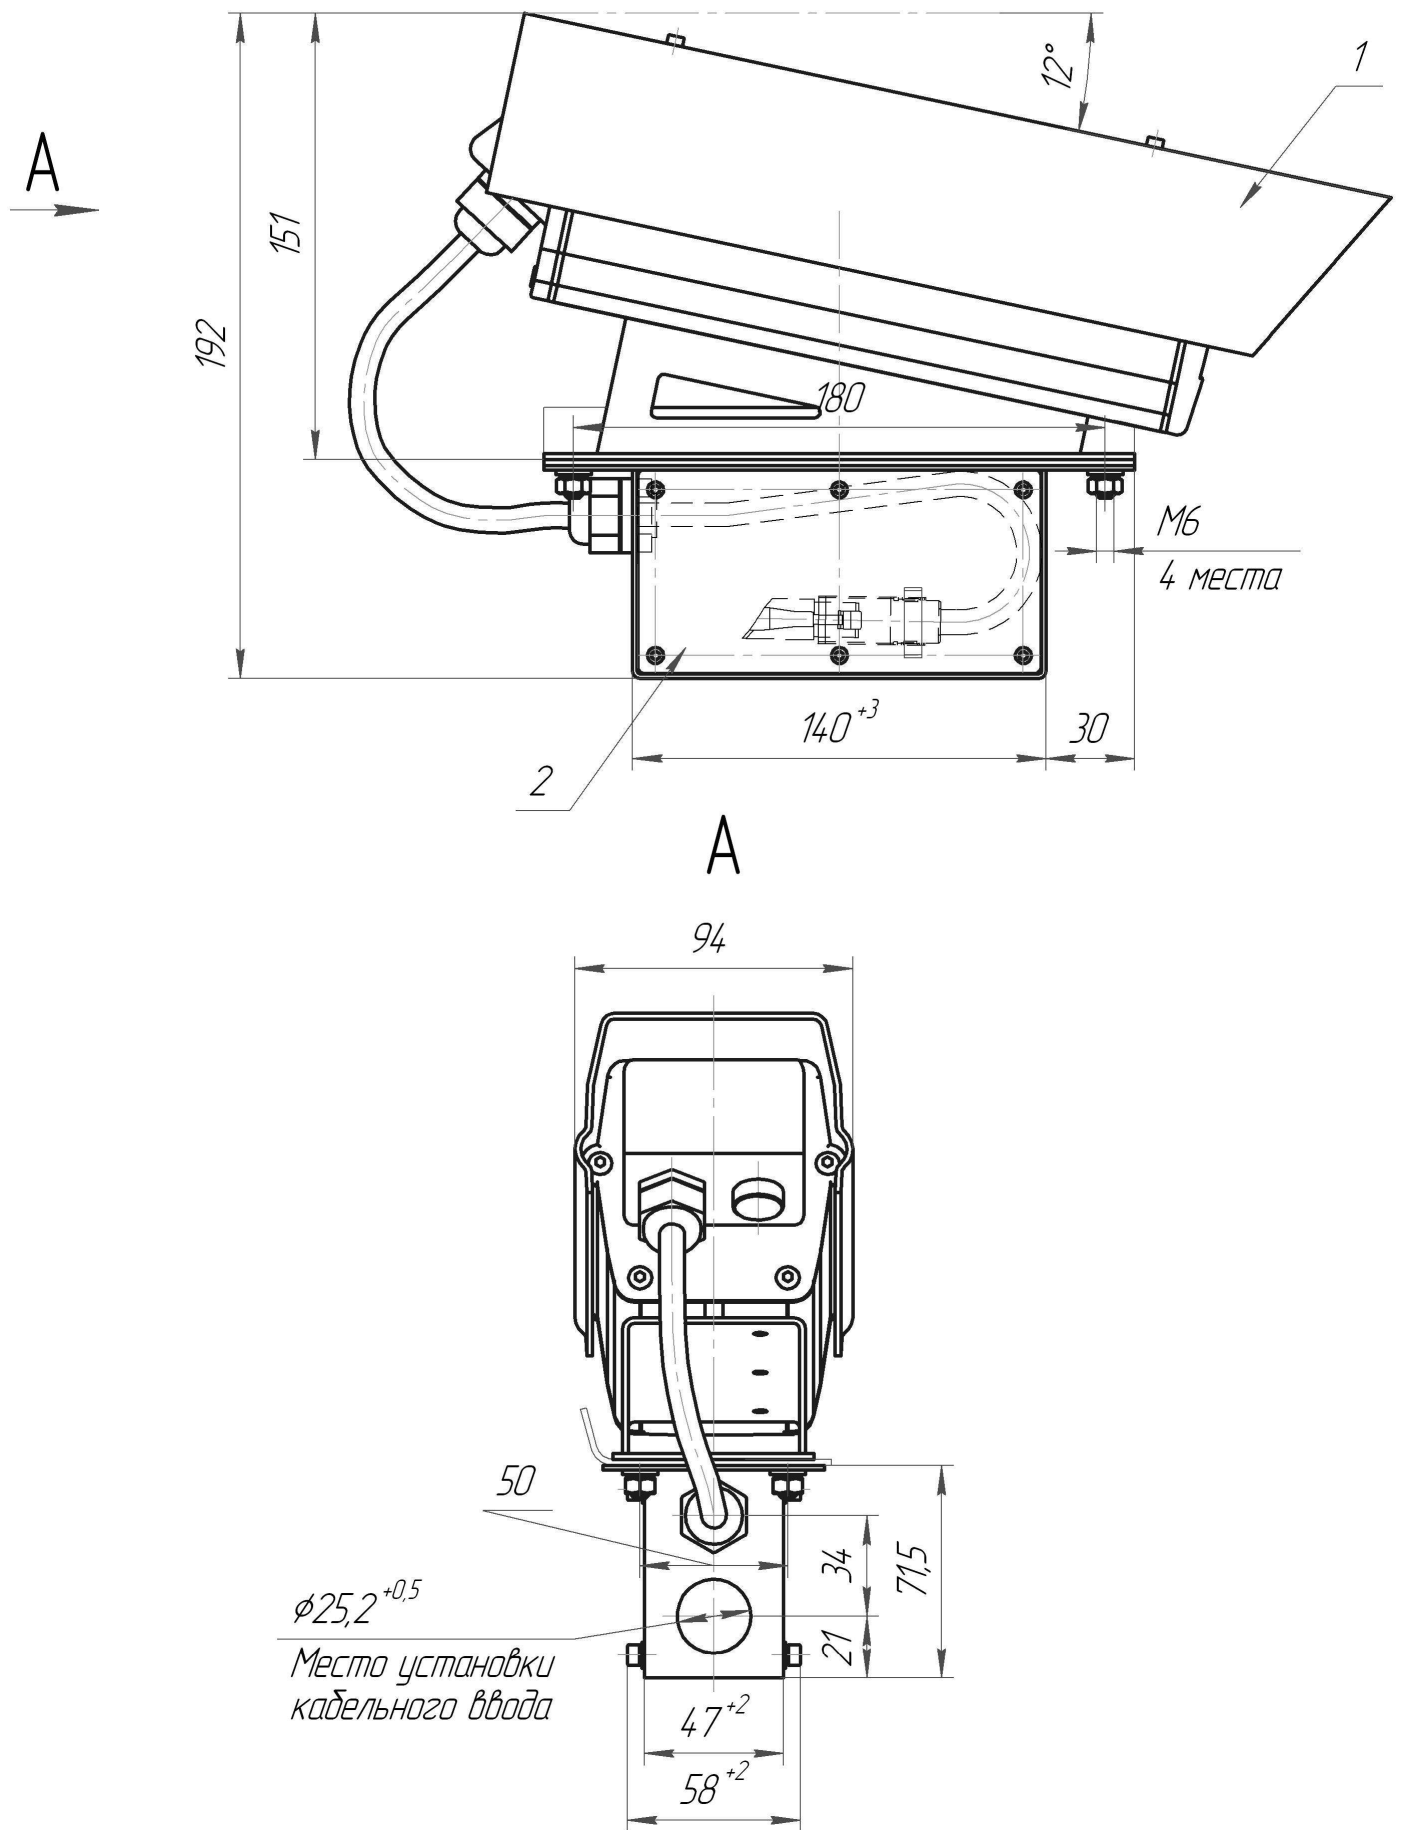

Рис.1 Габаритные и установочные размеры камеры видеонаблюдения
4.1 Камера видеонаблюдения К-4 размещена в металлическом корпусе, предназначенном для закрепления на кронштейн снаружи вагона. (см. рис.1).
1) Отсоединить от кронштейна камеры коммутационную коробку (поз.2 рис.1), открутив гайки М6. Крепежные элементы: гайки М6 – 4шт, шайбы Ø6 – 4 шт. и шайбы пружинные Ø6 – 4 шт. сохранить для дальнейшего использования (см.п.4).